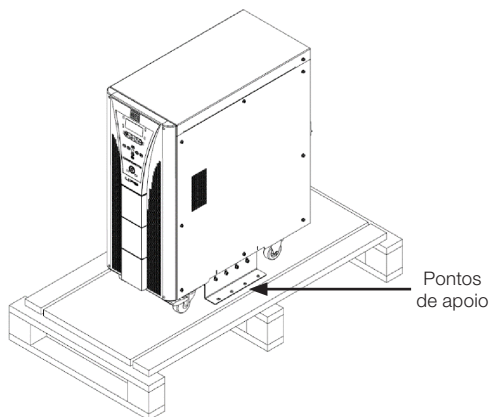

Figura 5.2: Pontos de fixação para transporte do produto (peça lateral)
- Com uma chave Philips, desprender as abas de fixação parafusadas à base do produto e à base da embalagem de transporte, indicados na Figura 5.2 na página 5-3.